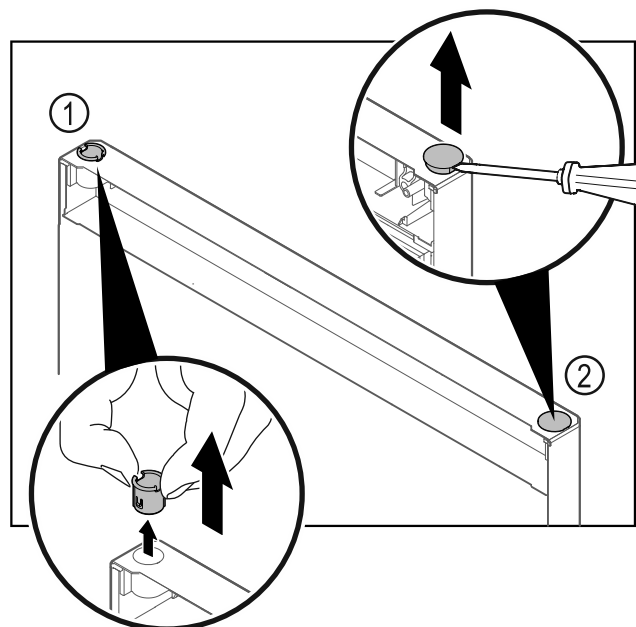

Fig. 39 Frysedelens dør
- ▶ Træk hængselbøsningen Fig. 39 (1) ud med fingrene.
- ▶ Løsn afdækningsproppen Fig. 39 (2) forsigtigt med en flad skruetrækker, og træk den ud.